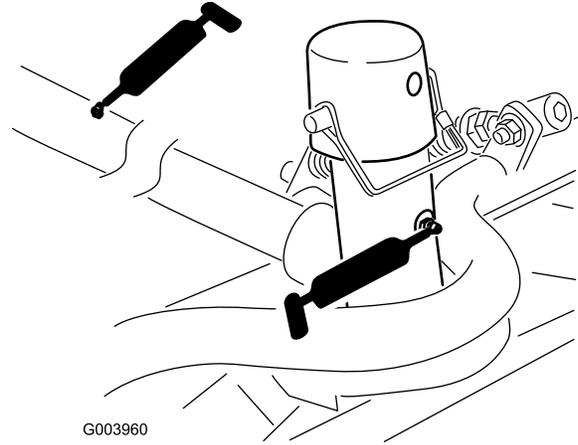

Figura 55
- Estrutura de suporte e articulação da unidade de corte (2 de cada) (Figura 55)